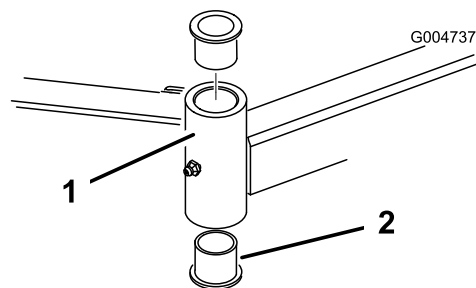

Figura 111
4. Inserite un punteruolo nella parte superiore o inferiore del tubo di fissaggio, e spingete la boccia fuori del tubo (Figura 111).